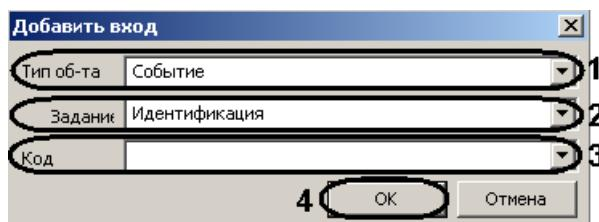

Рис. 3.6—20 Добавление объекта правой части правила
- 4.1.2 Из раскрывающегося списка **Тип об-та** необходимо выбрать тип, к которому принадлежит объект правой части правила (см. Рис. 3.6—20, 1).
- 4.1.3 Из раскрывающегося списка **Задание** необходимо выбрать задание объекта правой части правила (см. Рис. 3.6—20, 2).